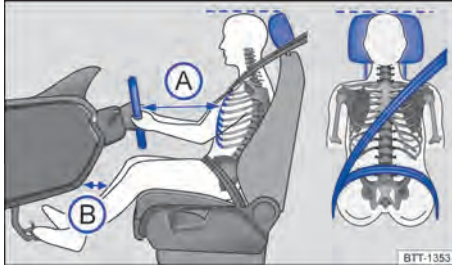

Fig. 19 Distancia correcta del conductor con relación al volante, posición correcta de la banda del cinturón de seguridad y ajuste correcto del apoyacabezas.
- Ajustar el asiento de modo que la distancia entre el volante y el tórax sea como mínimo de 25 cm → **fig. 19 A**) y que el conductor pueda sujetar el volante del borde exterior con las dos manos y los brazos ligeramente flexionados.
- Ajustar el asiento del conductor de manera longitudinal para que los pedales se puedan accionar con las piernas ligeramente dobladas y la distancia de la zona de la rodilla con el tablero de instrumentos sea de al menos 10 cm → **fig. 19 B**).
- Ajuste el apoyacabezas para que su borde superior se encuentre preferentemente en la misma línea de la parte superior de la cabeza → **fig. 19** – pero no por debajo de la altura de los ojos. Posicionar la parte posterior de la cabeza lo más cerca posible del apoyacabezas.